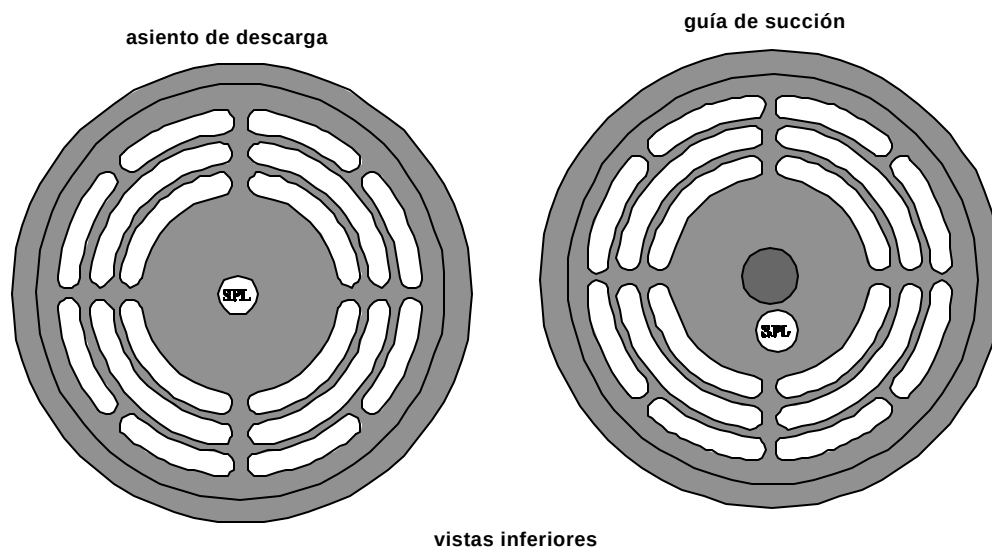

FIGURA 1-9 CONJUNTO DE VÁLVULA CON ROSCA SPIRALOCK Y LA INSCRIPCIÓN SPL
- Los tornillos de cabeza de 12 puntas utilizados en el montaje de válvulas con rosas Spiralock y con la inscripción SPL (véase la Figura 1-9) , se deben lubricar solamente con lubricantes a base de petróleo, tanto en las rosas como en las superficies de asiento.